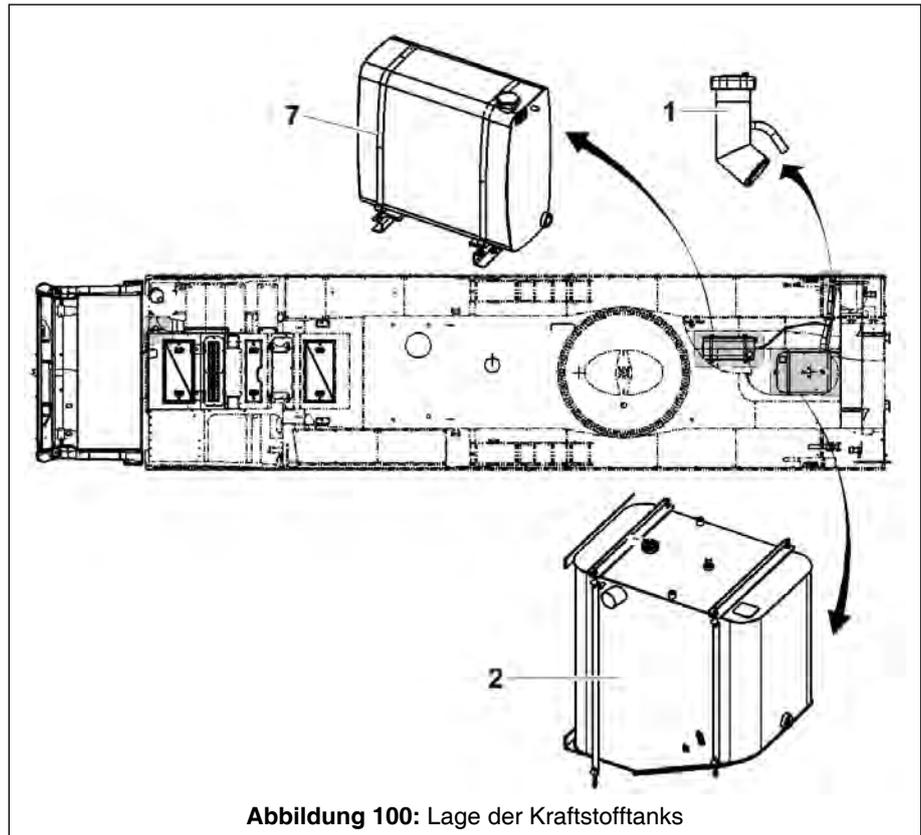

Abbildung 100: Lage der Kraftstofftanks
1. Der Zusatztank (7, ↪ Abb. 100, Seite 268) wird über den gleichen Einfüllstutzen (1, ↪ Abb. 100, Seite 268) betankt wie der Haupttank.